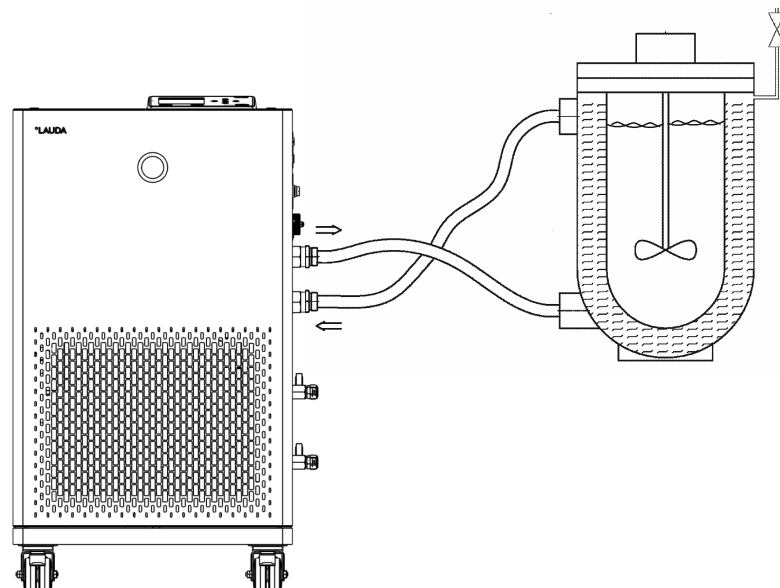

Fig. 13: Schéma de raccordement avec vanne de purge
- Une vanne de purge peut, en fonction du type constructif de l'application, simplifier sensiblement le processus de purge. La vanne de purge doit être montée sur le point le plus haut du circuit (Fig. 13).
Afin que des bulles de gaz/vapeur puissent être évacuées du système et que le fonctionnement ne soit pas perturbé, l'application externe doit être raccordée conformément au schéma (Fig. 13). L'alimentation de la pompe doit être reliée au raccord du bas de l'application. Le retour vers la tubulure de pompe doit être relié au raccord du haut de l'application. L'écoulement se fait alors de bas en haut dans l'application.